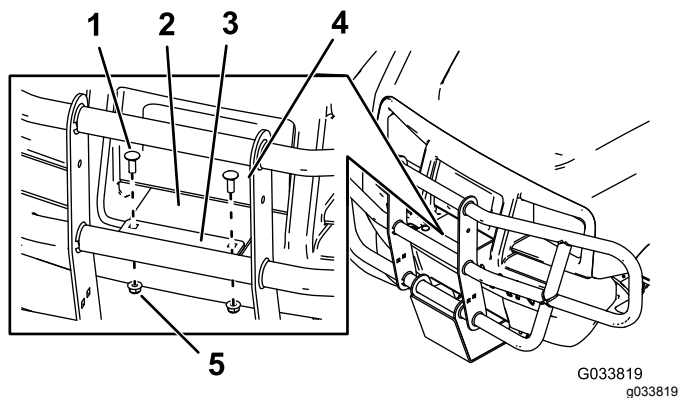

Figure 10
7. Fixez le pare-broussaille sur le support court supérieur à l'aide de 2 boulons de carrosserie et 2 écrous (5/16 po), comme montré à la Figure 10.